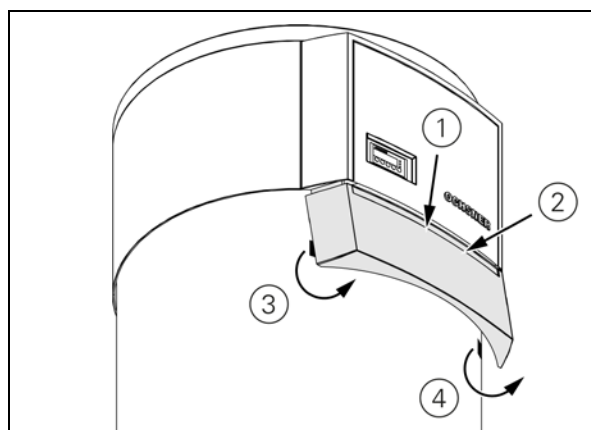

Abbildung 6: Demontieren des Frontpanels
- ▶ Mit beiden Daumen im oberen Bereich des Frontpanels geringen Druck ausüben (Abbildung 6, Punkt 1 und 2) und gleichzeitig mit den Fingern im unteren Bereich der linken und rechten Außenkante vorsichtig ziehen (Abbildung 6, Punkt 3 und 4).